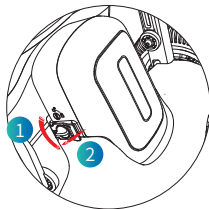

Figura 4.4.1.1
(1) Step 1, ruotare manualmente la manopola a sinistra della custodia della batteria e portarla nella posizione di sblocco. Quindi aprire la clip posta a sinistra della batteria. (Come mostrato nella Figura 4.4.1.1).